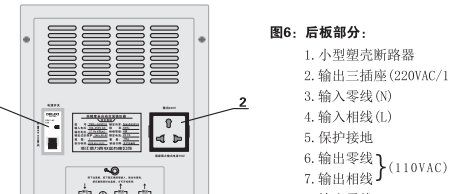

图3: TND3-液晶屏模式显示
3.2 TND3系列高精度全自动交流稳压器LCD工作模式显示见图3。